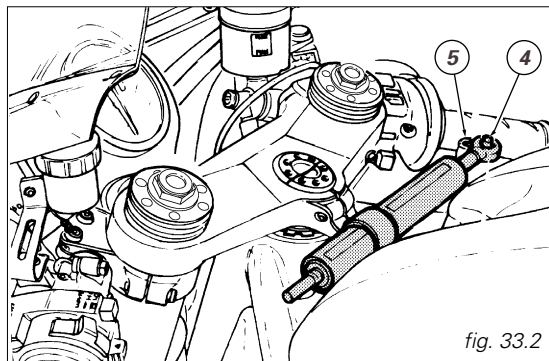

fig. 33.2
Después de haber modificado el ángulo de dirección es necesario posicionar nuevamente en forma correcta el amortiguador. Destornillar el tornillo (4, fig. 33.2), posicionar la articulación de la barra del amortiguador en correspondencia del agujero (5) del chasis. Bloquear el tornillo (4) anteriormente destornillado aplicando compuesto para roscas de tipo mediano.